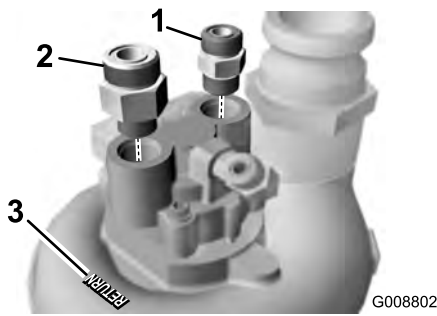

Figura 5
6. Instale los 2 acoplamientos rectos nuevos en los orificios de la parte superior de la bomba (Figura 5). Es **imprescindible** montar el acoplamiento recto con el orificio roscado más grande en el orificio marcado con la palabra **RETURN**.